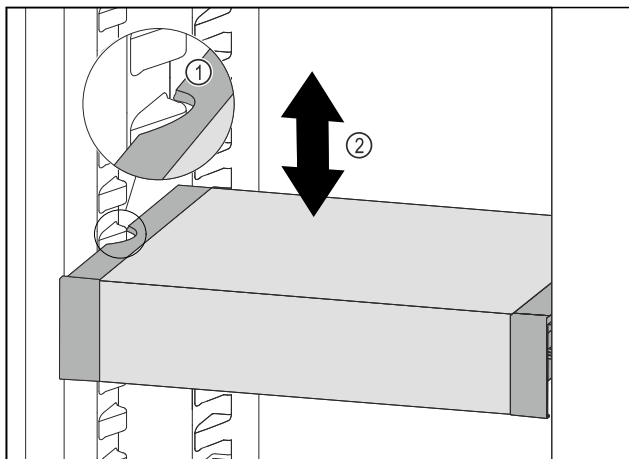

Fig. 132
- Тяните VarioSafe вперед, пока боковые выемки VarioSafe не окажутся на высоте выступа резервуара в холодильном отделении. Fig. 132 (1)
- Двигайте VarioSafe в холодильном отделении вверх или вниз, пока не будет достигнута требуемая высота. Fig. 132 (2)